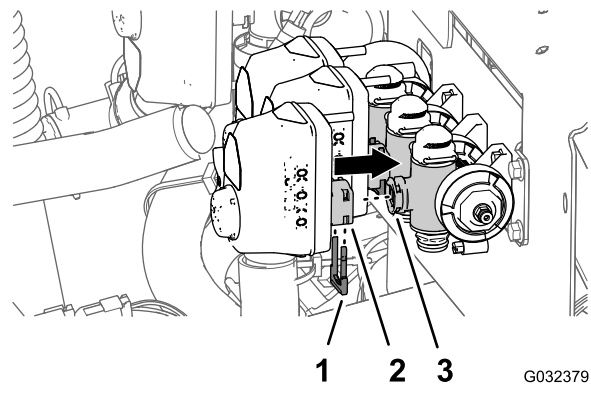

図 59
6. ステップ 2 バルブアクチュエータを取り外す (ページ 24) で外したブームバルブ用カップラを、マニホールドバルブのステムポートに合わせる 図 59。
7. リテーナ 図 59 ステップ 1 バルブアクチュエータを取り外す (ページ 24) で外したものを使用して、